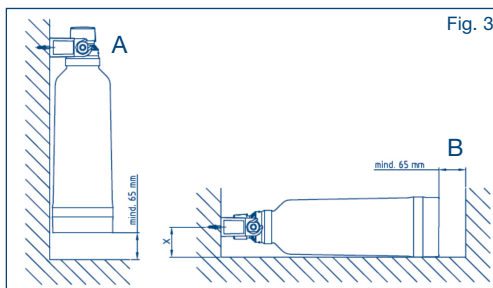

Fig. 3
2. O sistema de filtro pode ser instalado e operado em posição horizontal e vertical (consulte a Fig.3)
5. O sistema deve ser montado na parede de maneira firme e segura. Fig. 3.